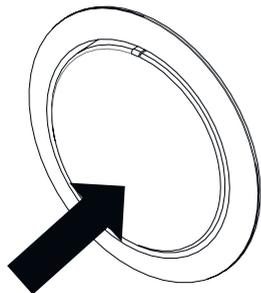

Рис. 16: Всплывающая кнопка выключена
- По завершении приготовления поверните переключатель в положение Выкл (вверх) и нажмите на неё (Рис. 16).